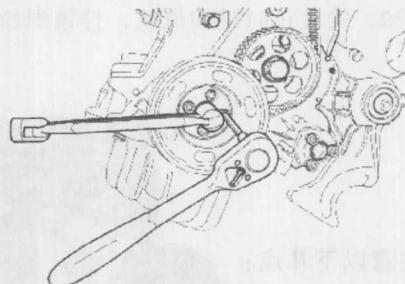
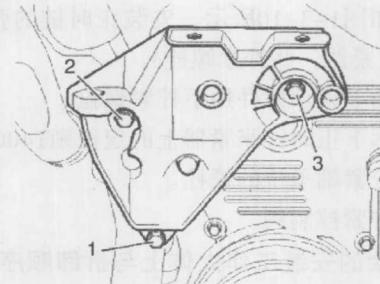

图1-4-1 拆下带盘
图1-4-2 从发动机支架上旋出螺栓
①将发动机盖拆下。
②拆下多楔带并取出定位芯棒 T10060。
③将上部软管从冷却液补偿罐上拔下。
④拧下冷却液补偿罐并将其放在一边。
⑤拆下同步带护罩上部件。
⑥安装带底座的支撑工具10-222A，并将发动机支撑在安装位置。
⑦拆下隔音垫。
⑧拆下减振器/带盘，如图1-4-1所示。
⑨拆下中部和下部同步带护罩。
⑩将下部螺栓1从发动机支架上旋出，如图1-4-2所示。
⑫用支撑工具将发动机举升起，直至能将发动机支架上部的两个螺栓2和3松开并旋出为止，如图1-4-2所示，向上取出发动机支架。